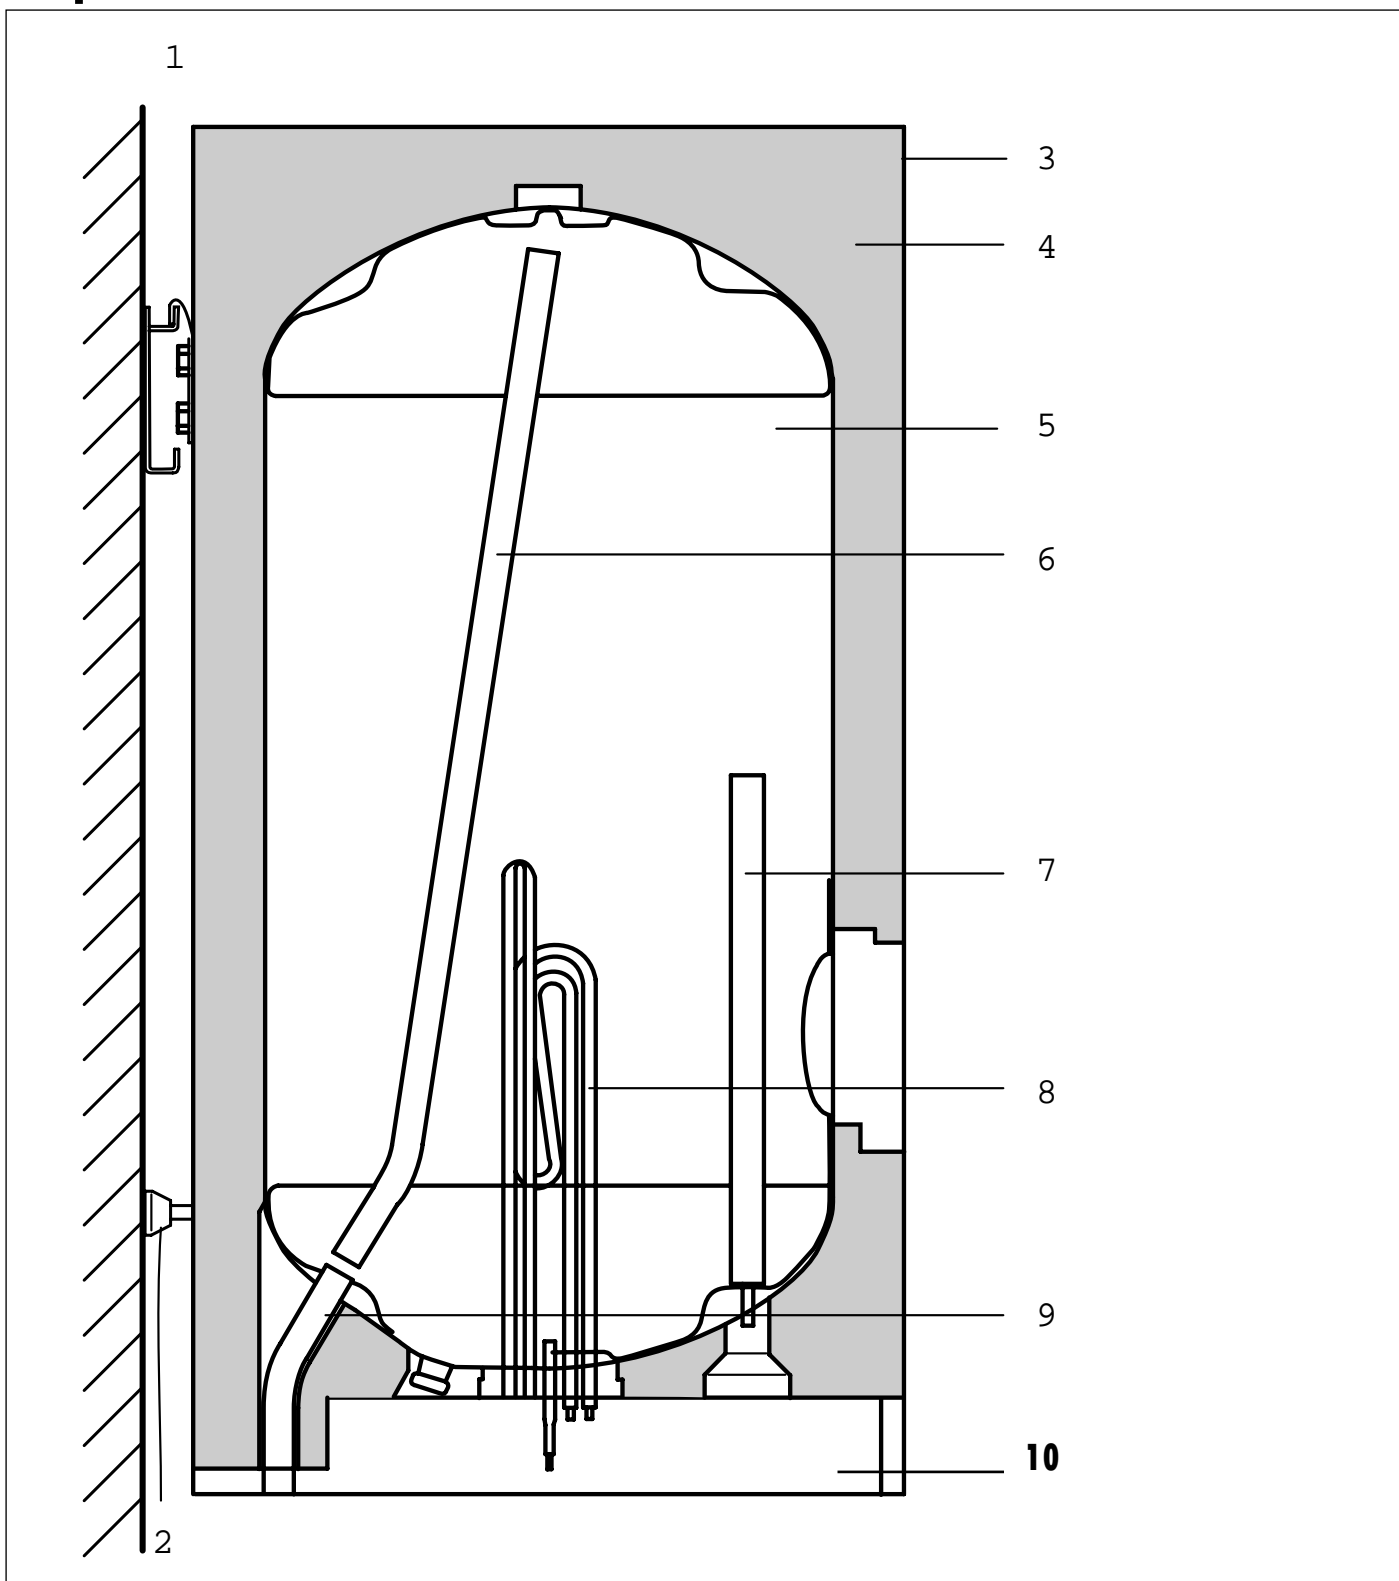

Рис. 1 Устройство VEH ... plus
При открытии крана горячей воды в смесителе, холодная вода поступает по трубе подачи холодной воды (9, рис. 1, стр. 3) и выталкивает горячую воду из емкости (5) через трубку разбора горячей воды (6).